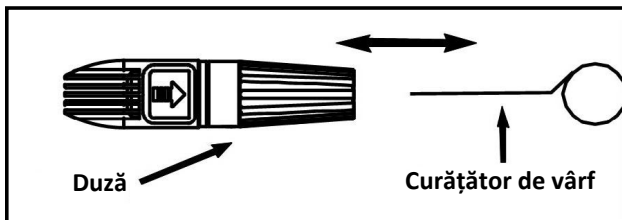

Figura 5 - Introduceți dispozitivul de curățare a vârfului în orificiul duzei și deplasați-l înainte și înapoi până când se îndepărtează resturile.
- Folosind dispozitivul de curățare a vârfului inclus sau o agrafă de hârtie desfăcută, introduceți sârma în orificiul duzei și mișcați-o înainte și înapoi până când resturile sunt îndepărtate. (Consultați figura 5.)